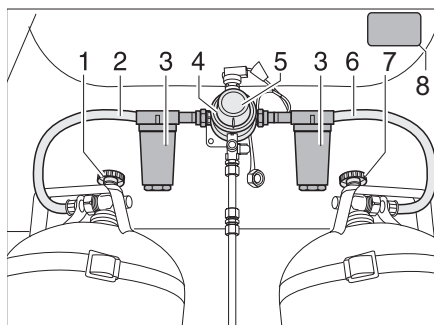
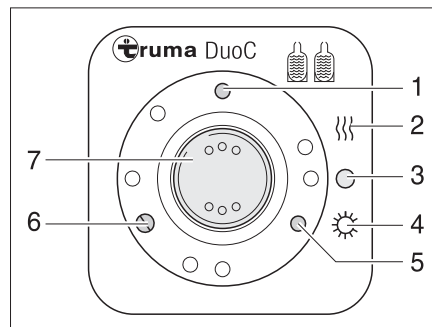

Bild 66 DuoControl-Umschaltanlage
Bild 67 Bedieneinheit
Die DuoControl-Umschaltanlage besteht aus einem Umschaltventil (Bild 66,4) und der Bedieneinheit (Bild 67). Das Umschaltventil ist zwischen den Gasschläuchen (Bild 66,2 und 6) montiert. Mit dem Drehknopf (Bild 66,5) am Umschaltventil kann bestimmt werden, welche der Gasflaschen als Betriebsflasche und welche Gasflasche als Reserveflasche verwendet wird.
Das Umschaltventil (Bild 66,4) ist mit der Regler-Enteisungsanlage EisEx ausgestattet. So werden Störungen der Gasanlage im Winter vermieden.
Vor dem Umschaltventil befinden sich auf jeder Seite ein Gasfilter (Bild 66,3), der die Gasanlage vor Verölung und Verunreinigungen schützt.
An der Bedieneinheit (Bild 67) können nur die elektrischen Funktionen geschaltet werden. Die Haupt-Absperrventile der Gasflaschen (Bild 66,1 und 7) müssen von Hand geöffnet werden.
Das Umschaltventil gewährleistet einen konstanten Gasdruck, unabhängig davon, welche Gasflasche Gas liefert. Die zwei Kontroll-Leuchten an der Bedieneinheit zeigen den Füllstand der Betriebsflasche an. Wenn die grüne Kontroll-Leuchte (Bild 67,6) leuchtet, ist die Betriebsflasche voll. Wenn die rote Kontroll-Leuchte (Bild 67,5) leuchtet, ist die Betriebsflasche leer. Die Gasversorgung erfolgt dann über die Reserveflasche.
- Die Haupt-Absperrventile an den Gasflaschen (Bild 66,1 und 7) öffnen.
- Mit dem Drehknopf (Bild 66,5) am Umschaltventil (Bild 66,4) die Gasflasche wählen, der vorrangig das Gas entnommen werden soll (Betriebsflasche). Den Drehknopf immer bis zum Anschlag drehen.
- Den Wippschalter (Bild 67,7) auf "0" (Bild 67,3) stellen. Die gelbe Kontroll-Leuchte (Bild 67,1) erlischt.
- Die Haupt-Absperrventile an den Gasflaschen (Bild 66,1 und 7) schließen.
Die Kontroll-Leuchten an der Bedieneinheit (Bild 67,5 und 6) signalisieren im Fahrzeuginneren, ob die Betriebsflasche betriebsbereit ist.
Wenn die grüne Kontroll-Leuchte (Bild 67,6) während des Betriebs erlischt und die rote Kontroll-Leuchte (Bild 67,5) aufleuchtet, ist die als Betriebsflasche gewählte Gasflasche leer und muss gewechselt werden. Die Reserveflasche versorgt die Gasverbraucher weiterhin mit Gas.
- ▶ Sicherheitsaufkleber (Bild 66,8) im Gaskasten beachten.